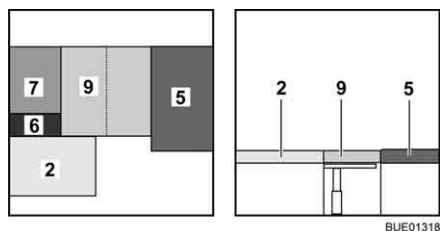

Fig. 144 Après la transformation
- Relever le coussin supplémentaire (Fig. 144,9) et le placer sur la table.